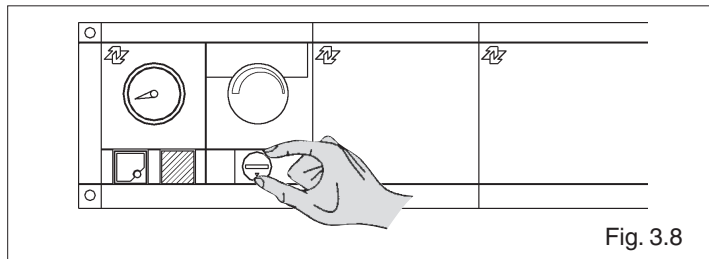

Fig. 3.8
- avlägsna huven på säkerhetstermostaten (fig. 3.8)